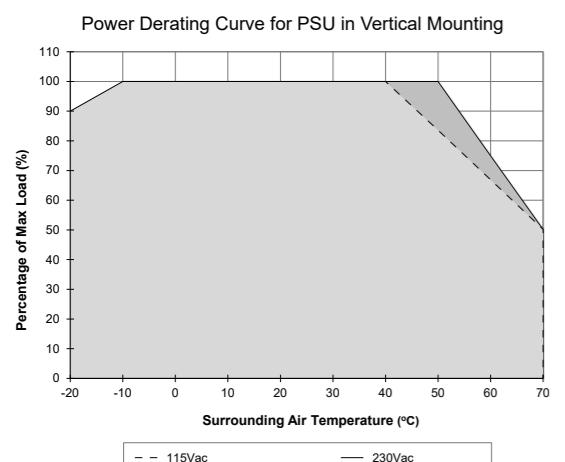

Figure 6
Derating (Leistungsherabsetzung)	Leistungsherabsetzung gemäß Abb. 6 > -10 °C bis +20 °C (1 % / °C) > 40 °C (1,67 % / °C) @ 115 Vac > 50 °C (2,5 % / °C) @ 230 Vac
Betriebstemperaturbereich (Umgebungstemperatur)	-20 °C bis +70 °C (Leistungsherabsetzung gemäß Abb. 6)
5.4. Temperaturverhalten (Abb. 6)
Sollte die Ausgangsleistung den in Abb. 6 empfohlenen Wert übersteigen, wird das Gerät wegen thermischen Schutzes ausgeschaltet, d.h. die Ausgangsspannung wird in den Latsch-Aus-Modus geföhrt, bis die Temperatur der Komponenten abkühlt und der Wechselstrom zurückgeführt wird.